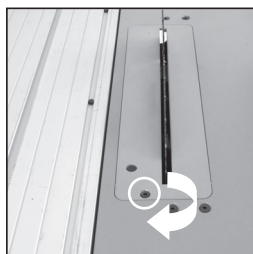

Fig. 2
- Ôter l'insert d'établi en dévissant la vis de fixation d'env. 1/4 de tour (**fig 2**) . Soulever l'insert d'établi et le retirer de l'établi.